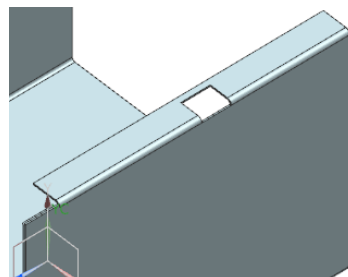

图 7-104 创建法向 extrusion 特征
(4) 返回到“法向除料”对话框，单击 **确定** 按钮，创建法向除料特征，如图 7-104 所示。